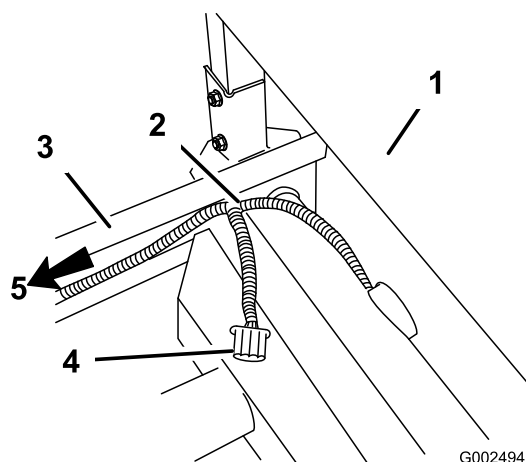

Figura 9
eléctrico del sistema de pulverización no se queda debajo del vehículo (Figura 9).
15. Pase el mazo de cables por el bastidor y de retorno a la conexión entre el sensor de velocidad y el cableado existente (Figura 9).